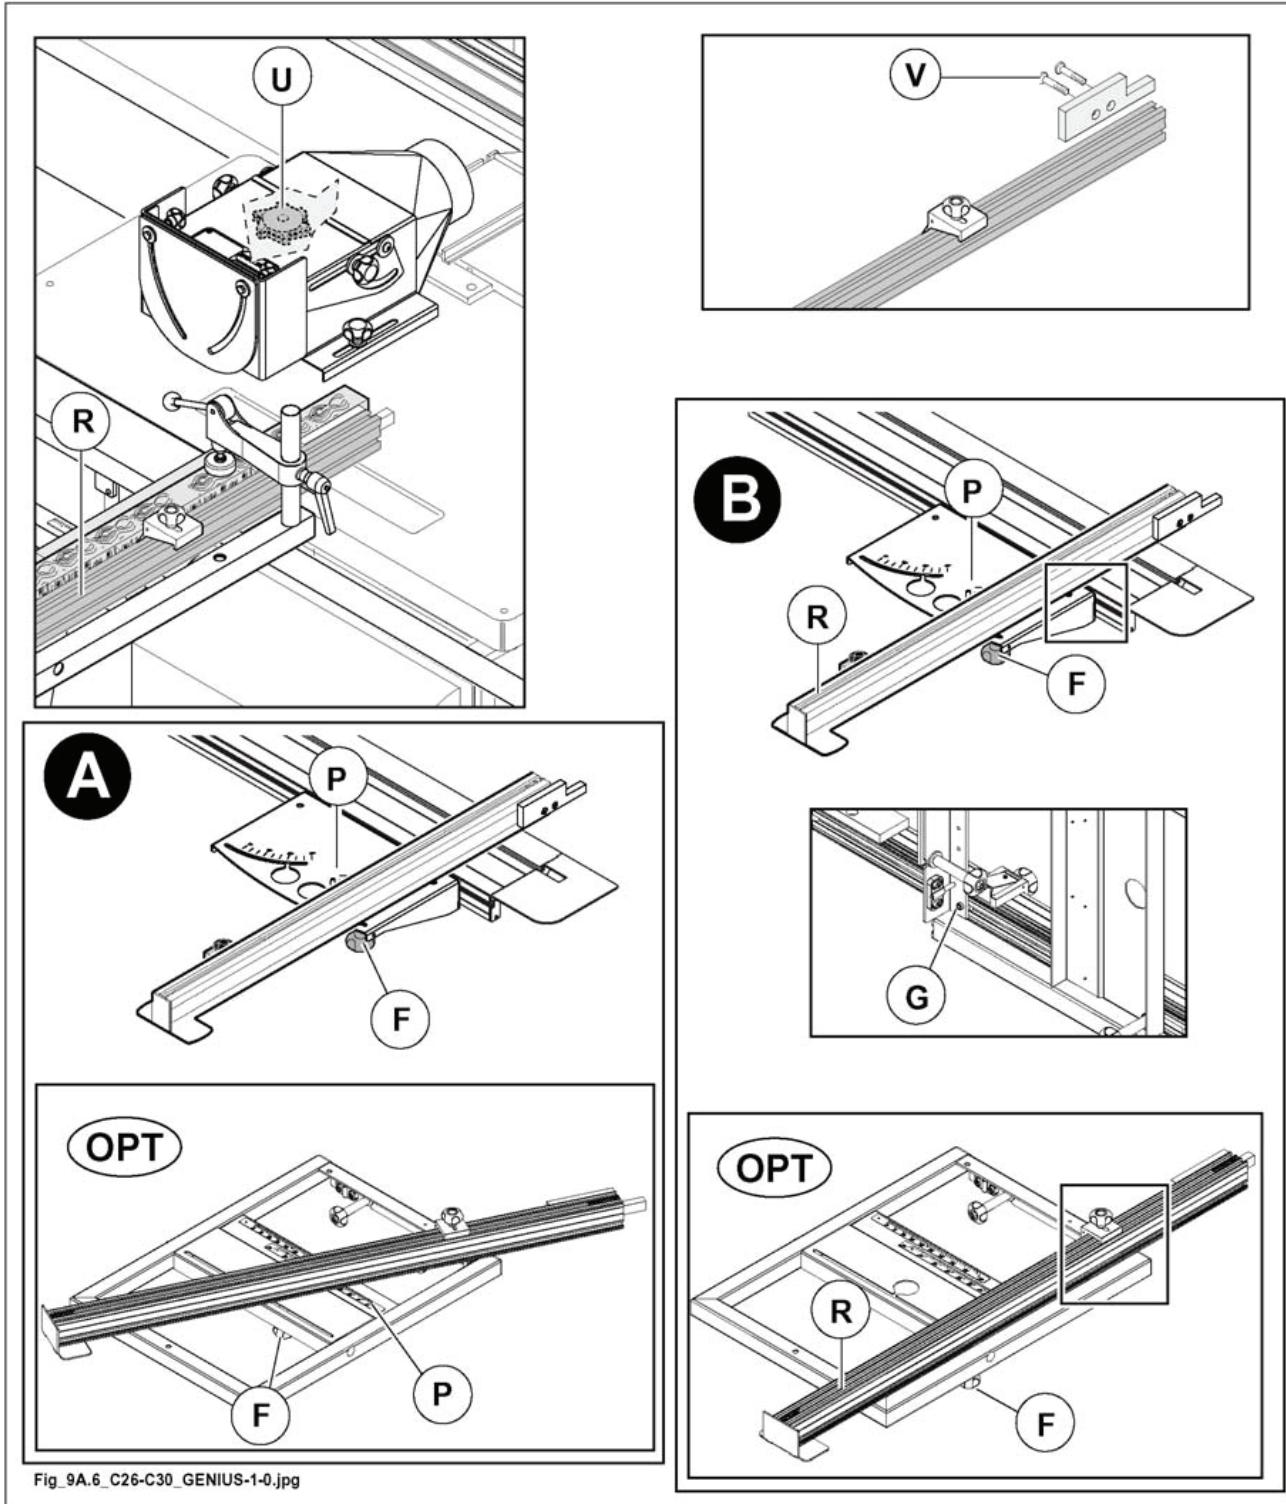

Рис. 9.6
*Противоскольжная пластина крепится к линейке винтами V (рис. 9.6).*
- 1) Ослабить барашковый фиксатор F (рис. 9.6).
- 2) Установить линейку в требуемое рабочее положение, ориентируясь по табличке P (рис. 9.6).
- 3) Затянуть барашковый фиксатор F (рис. 9.6).
- 2) Ослабить винт G (рис. 9.6).
- 3) Установить линейку R (рис. 9.6) на правильном расстоянии от инструментов U (рис. 9.6).
- 4) Затянуть винт G (рис. 9.6).
- 5) Затянуть барашковый фиксатор F (рис. 9.6).